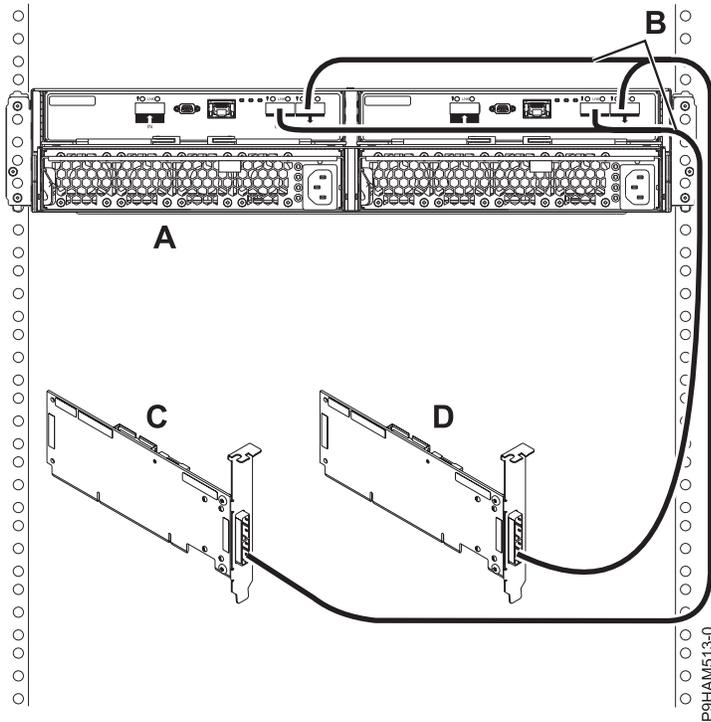

Abbildung 27. Modus 2-Anschluss eines Plattenlaufwerkgehäuses 5887 mit YO-Kabeln an zwei unabhängige SAS-Adapter
18. Schließen Sie ein Plattenlaufwerkgehäuse 5887 im Modus 2 (A) mit YO-Kabeln (B) an zwei unabhängige SAS-Adapter (C und D) an, wie in Abb. 27 auf Seite 26 dargestellt, und fahren Sie anschließend mit „Kabel und Netzkabel anschließen und Abdeckungen installieren“ auf Seite 29 fort.